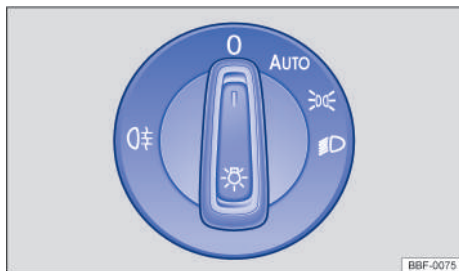

Fig. 71 Al lado del volante: interruptor de luces (una variante).
- **Encender la luz de neblina ☞:** Arrancar por remolcado el mando de las luces hacia afuera → fig. 71. El testigo de control ☞ se enciende en el cuadro de instrumentos con el color amarillo.